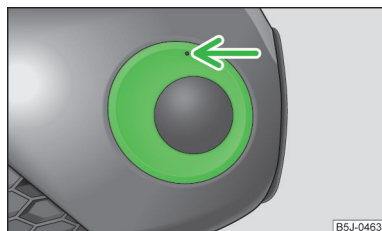

Fig. 166
- Inserire l'asticella nell'apertura sopra i fendinebbia » fig. 166 » pagina 173, *Attrezzatura di bordo* ed estrarre la calotta di copertura.